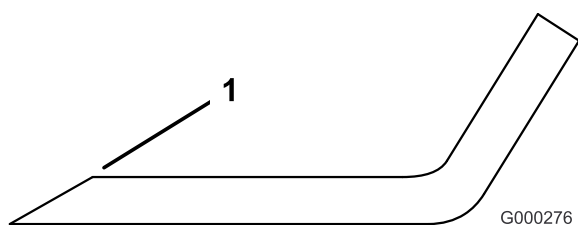

Figure 85
3. Examinez les tranchants de toutes les lames et aiguisiez-les s'ils sont émoussés ou ébréchés (Figure 85).
**Remarque:** N'aiguissez que le haut du tranchant et conservez l'angle de coupe d'origine pour obtenir une coupe nette (Figure 85). Limez la même quantité de métal sur chacun des deux tranchants pour ne pas déséquilibrer la lame.